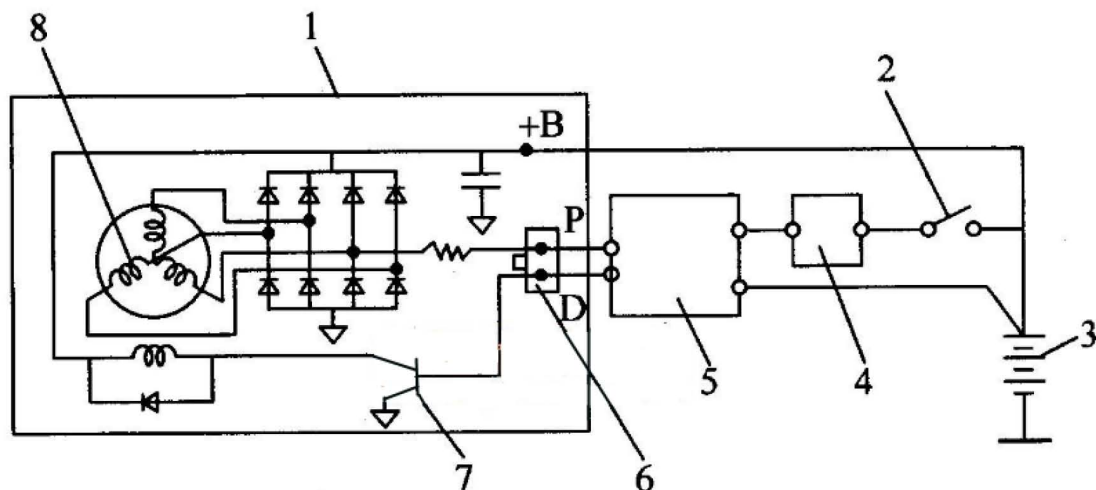

图 1
4). 该车充电系统电路图 1 所示，“+B”为发电机的输出接线柱，在发动机运行时给全车供电。发电机插接器端子 P 从发电机三相定子绕组中的一相引出，PCM 根据此端子信号控制充电指示灯亮灭和输出脉宽调制信号。发电机插接器端子 D 与功率晶体管的基极相连，PCM 利用脉宽调制信号来控制功率晶体管的导通和截止，从而控制发电机的励磁电流，调节发电机的输出电压。当发电机插接器端子 P 的信号电压不符合标准时，PCM 即判定充电系统出现故障，停止向发电机插接器端子 D 输出脉宽调制信号并点亮充电指示灯。